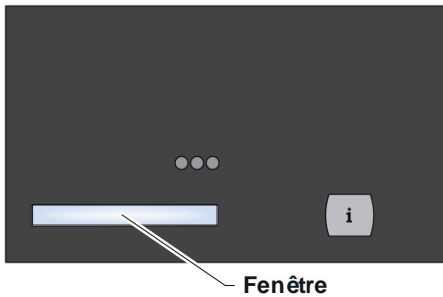

Fig. 1: Clavier
- Le protecteur de la fenêtre (→ Fig. 1) avec le nouveau clavier (A 3), retirez soigneusement.